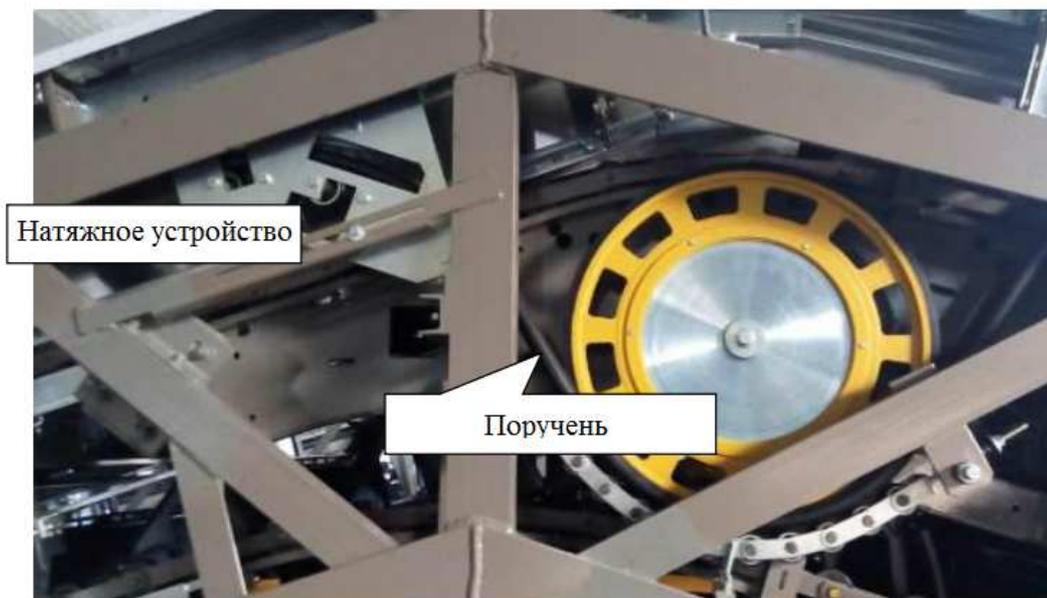

Рисунок 1.45 – Натяжное устройство поручня.
- 1) Ослабьте натяжное устройство, а так же прижимной механизм. Снимите все фартуки и элементы внешней зашивки. Нижние направляющие ролики не должны мешать демонтажу поручня после ослабления натяжного устройства (рис. 1.45);